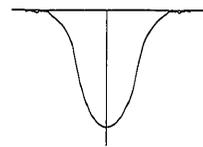

Fig. 16
(1) Lorsque le signal provenant du générateur de signaux est faible, effectuer un réglage jusqu'à ce que la forme d'onde ait une amplitude maximale et symétrique comme représentée sur la figure 16. Augmenter le niveau de sortie du générateur de balayage et ajuster la forme d'onde jusqu'à ce que la largeur de sa section C soit la plus plate possible.